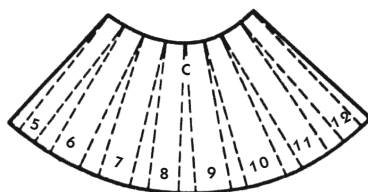

Рис. 311
7. Новую часть С разделите на большее число полосок и пронумеруйте их (рис. 311).
8. Разрежьте деталь на полоски и сделайте фалды. Прибавление ширины по нижнему краю должно быть чуть меньше половины ширины полосок (рис. 311).